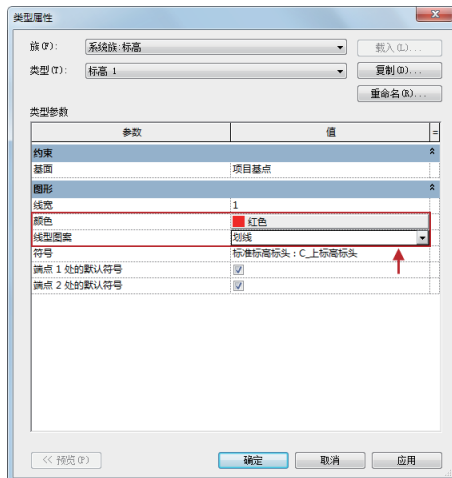

图2-55 设置线型图案
- 08 在【类型属性】对话框中单击“线型图案”下拉列表框，显示图案名称，选择其中的一种，如选择“划线”，如图2-55所示。单击“确定”按钮，关闭对话框，可修改标高线的线型。